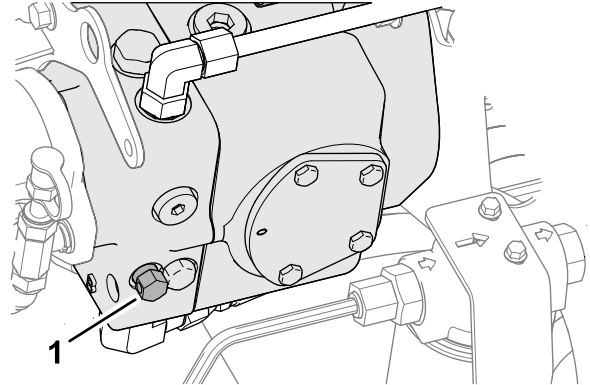

Bild 58
3. Drehen Sie an der Hydraulik-Verdrängerpumpe die Schraube des Sicherheitsventils um $1\frac{1}{2}$ Umdrehungen, um das Ventil zu öffnen und Öl intern abzulenken (Bild 58).